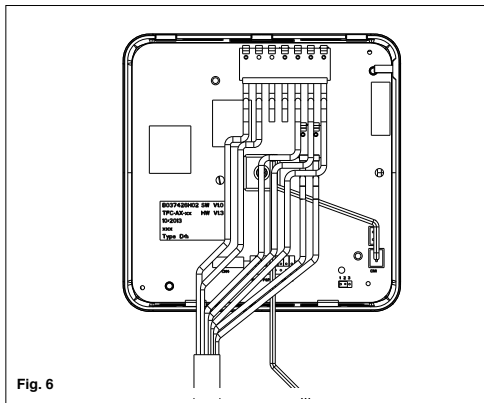

Fig. 6
Ouvrir la commande en dévissant la vis de fermeture © (fig. 6). Connecter le capteur côté connecter sur la fiche électronique au connecteur ⑦ (fig. 6). Connecter l'autre extrémité au tube d'entrée